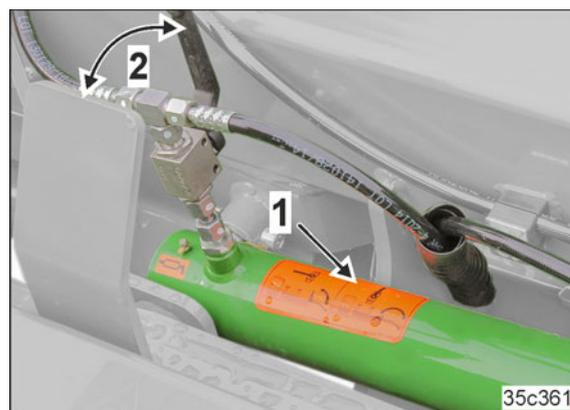
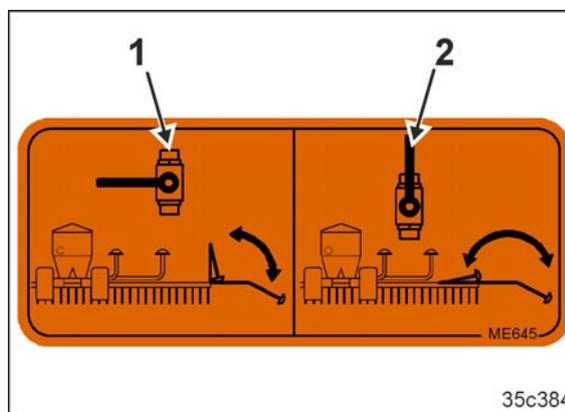

Рис. 235
Рис. 237
Рычаг клапана (Рис. 235/2) предназначен для предварительной настройки требуемой смены маркеров (Рис. 235/1).
1. Рычаг клапана (Рис. 235/2) находится в положении 1 (Рис. 237/1)
3. Рычаг клапана (Рис. 235/2) находится в положении 2 (Рис. 237/2).
1. Оба рычага клапана (Рис. 235/2) находятся в положении 2 (Рис. 237/2).